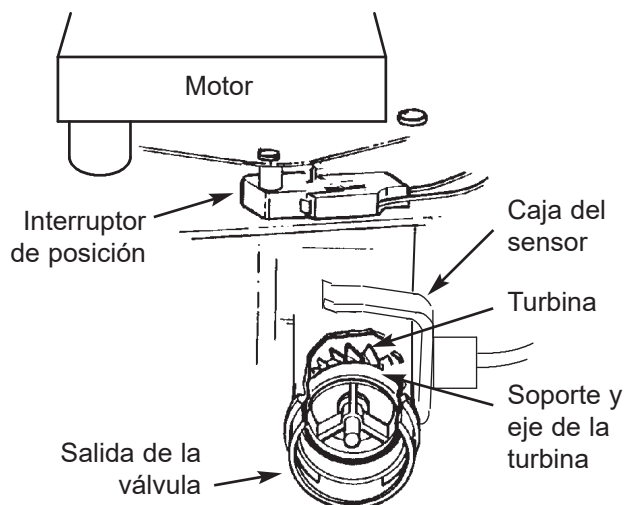

FIG. 45
**FUNCIONAMIENTO DE LA TURBINA:** Si no fluye agua por el ablandador, el indicador de la turbina mostrará tres ceros. Cuando fluye agua, se repite un recuento de 000 a 140 por cada galón (3.8 litros) de agua que pasa por la turbina. Para comprobar el funcionamiento positivo de la turbina cuando aparecen ceros en la pantalla, abra un grifo cercano de agua blanda y observe el recuento de la turbina. Si no obtiene una lectura en la pantalla con el grifo abierto, jale la caja del sensor del puerto de salida de la válvula (vea la Fig. 45). Pase un pequeño imán de un lado